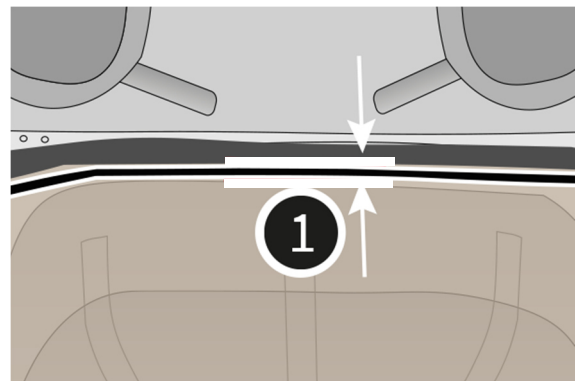

Bild 2: Vergrößerung von Bild 1 | Pos. 1
- Fixieren Sie das Teilstück (Bild 2 unten) des Neuteils mit dem Fahrzeug auf der Richtbank und passen Sie es ein.
- Fixieren Sie die Aufnahme (Bild 2 oben) und passen Sie sie ein.